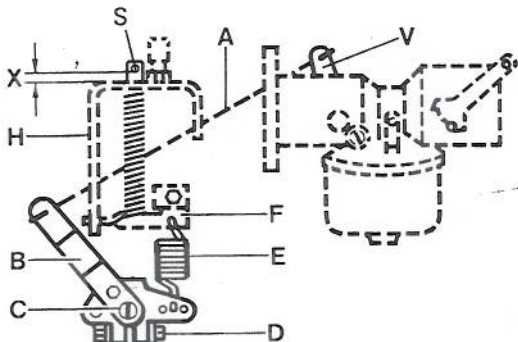

Fig. 6
- Engager le ressort (E) dans le trou du milieu du levier (B), si ce n'est pas spécifié autrement, et dans le trou du guide de ressort (F).
- Placer le levier (B) muni de la tringle (A) sur l'axe du régulateur (C) tout en engageant simultanément la tringle (A) dans le levier du papillon (V).
- Mettre le papillon en position de ralenti et placer le levier (V) dans une position telle, qu'une distance de 2 mm (X, fig. 6) sépare la goupille (S) du support (H). Serrer le levier (V) sur l'axe du papillon.
- Serrer légèrement la vis (D) du levier (B). Maintenir le levier (B) en butée, en le poussant vers la droite et, à l'aide d'un tournevis, tourner l'axe (C) dans le sens inverse des aiguilles d'une montre, jusqu'en butée. Puis tourner le levier (B) dans le sens inverse des aiguilles d'une montre jusqu'en butée, serrer alors définitivement la vis (D).